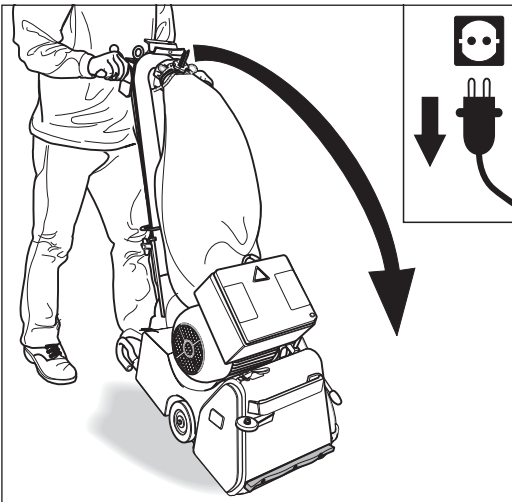
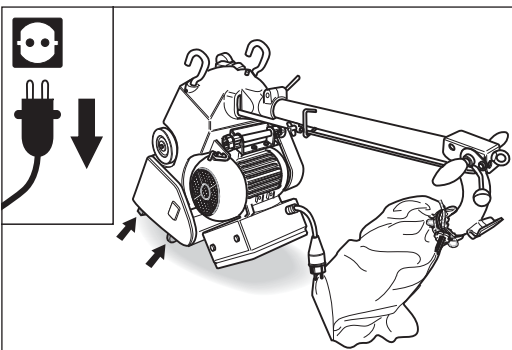

Abb. 96 Den Netzstecker aus der Steckdose ziehen und die Maschine langsam nach vorne kippen.
Abb. 97 Die Maschine vorsichtig auf dem Boden ablegen. Auf einen sicheren Stand der Maschine achten!
- 3 Kippen Sie die Maschine langsam nach vorne (Abb. 96) und legen Sie die Maschine vorsichtig auf dem Boden ab (Abb. 97). **Achten Sie auf einen sicheren Stand der Maschine!**